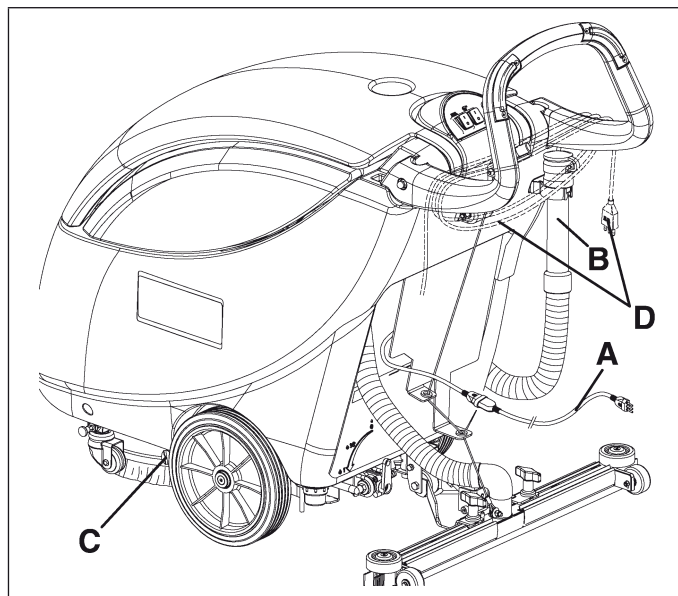
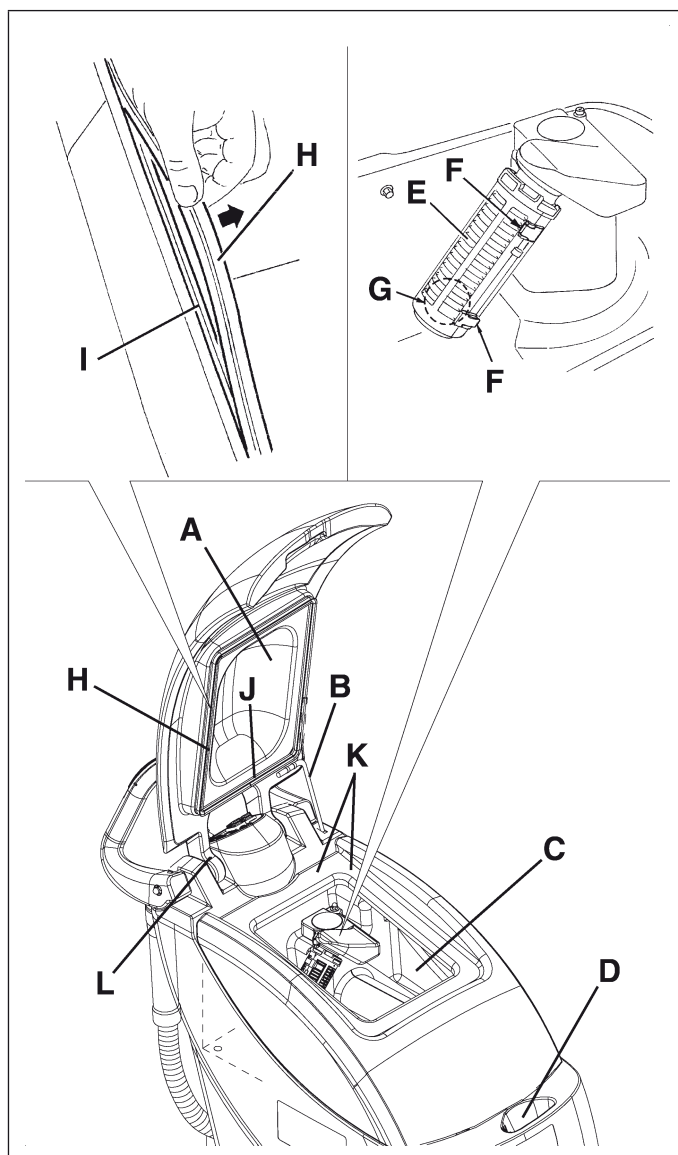

Figure 18
Figure 19
1. Vérifier que le câble d'alimentation (A, Fig. 18) est débranché du réseau électrique. Enrouler le câble d'alimentation autour du guidon en position (D).
3. Soulever le couvercle (A, Fig. 19), insérer le support (B) du couvercle, nettoyer et laver à l'eau propre le couvercle, les réservoirs (C et D) et la grille d'aspiration (E). Vider l'eau des réservoirs à l'aide du tuyau (B, Fig. 18) et de la soupape (C).
4. Si besoin est, dégager les dispositifs de retenue (F, Fig. 19) et ouvrir la grille (E), puis déposer le flotteur (G) et nettoyer soigneusement ; enfin reposer en place.
5. Contrôler l'intégrité du joint d'étanchéité (H, Fig. 19) du couvercle du réservoir de l'eau de récupération.
Le joint d'étanchéité (H, Fig. 19) permet la création d'une dépression dans le réservoir, nécessaire à l'aspiration de l'eau de récupération.
Si besoin est, déposer le joint d'étanchéité (H, Fig. 19) de son logement (I) et le remplacer.
6. Contrôler aussi l'intégrité et l'efficacité de la surface d'appui (K, Fig. 19) du joint d'étanchéité (H).
7. Contrôler que l'orifice d'aération (L, Fig. 19) n'est pas obstrué, en cas contraire le nettoyer.
L'orifice (L, Fig. 19), en permettant la compensation de l'air dans l'interstice du couvercle, contribue à la création de dépression dans le réservoir.
8. Fermer le couvercle (A, Fig. 19) après avoir inséré le support (B) du couvercle.